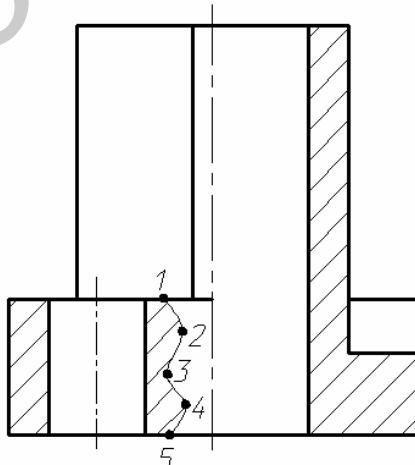

Рис. 21. Построение сплайна
Построим сплайн (рис. 21).
6. Для завершения построения нажмем на клавиатуре три раза клавишу **Enter**. Прорисуется волнистая линия, как на рис. 21.